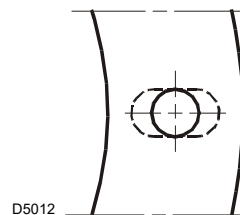

Fig. 8
- Ensanche, si fuese necesario, los orificios de la junta aislante (Fig. 8), procurando no dañarla.